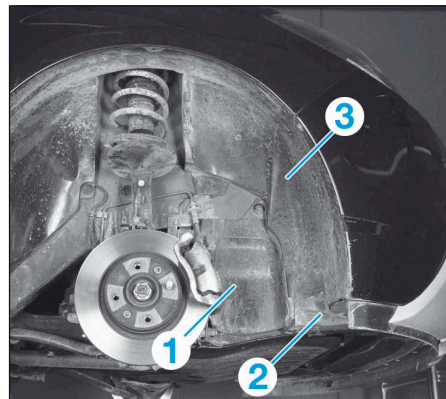

FIG.3
- Déposer les protections (1) et (2).
- Déposer partiellement l'avant du pare-boue (3) (Fig.3).